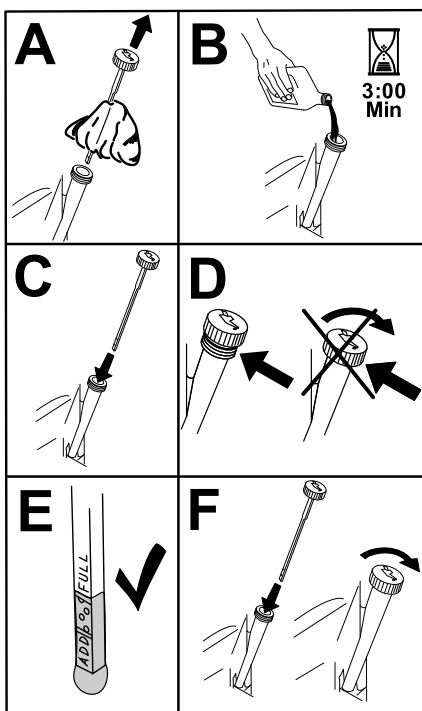

Figura 43
- Vierta lentamente un 80% aproximadamente del aceite especificado por el tubo de llenado, luego añada lentamente el resto del aceite hasta que llegue a la marca **Lleno** (Figura 43).